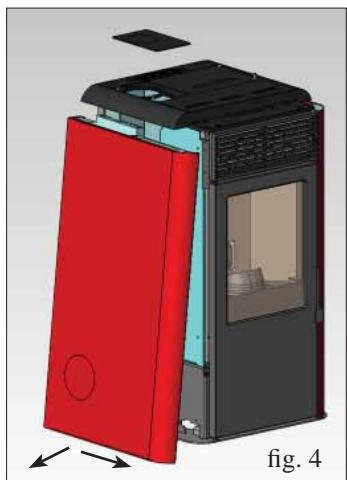

fig. 4
- Desmontar o lado metálico, deslocando-o cerca de 2 cm para a parte frontal da salamandra, extraíndo primeiro por baixo e depois retirando-o sob o topo (fig. 4).